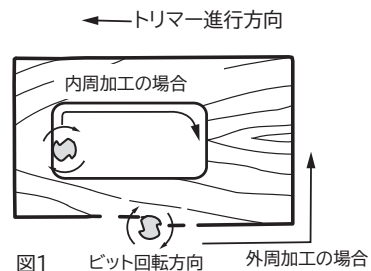

図1 ビット回転方向 外周加工の場合
6. 面取りなど材料の側面加工を行なう場合には、図1の矢印方向に本体を送り切削してください。